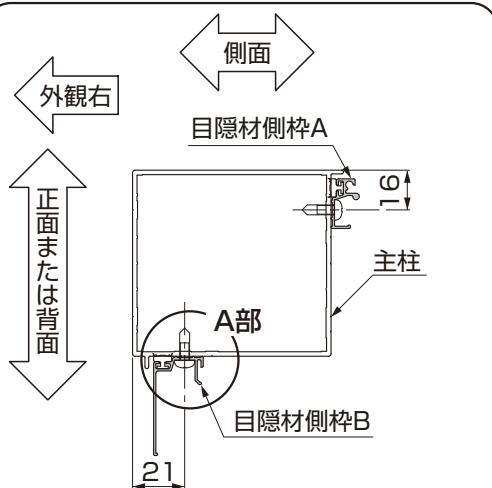
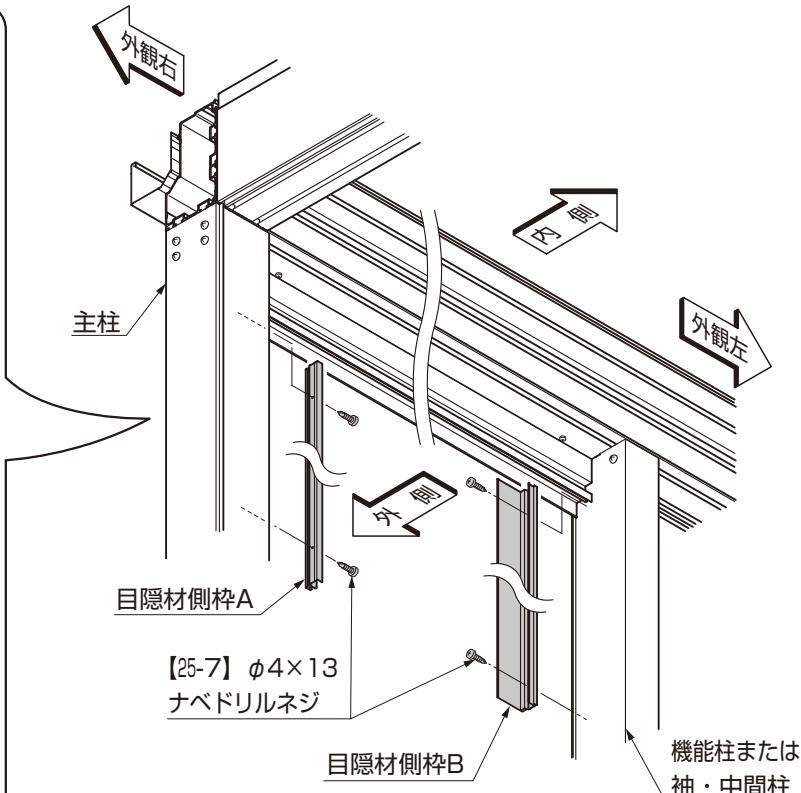

図4-1 目隠材側枠A・Bの取付け
図4-2 A部詳細図
①主柱または機能柱、袖・中間柱に目隠材側枠Aを【25-7】で取付けてください。(図4-1参照)
②主柱または機能柱、袖・中間柱に目隠材側枠Bを【25-7】で取付けてください。(図4-2参照)
- 正面または、背面側の目隠材の取付けの場合は、V溝が2本ありますので(※1)V溝にとりつけてください。(図4-1、図4-2参照)